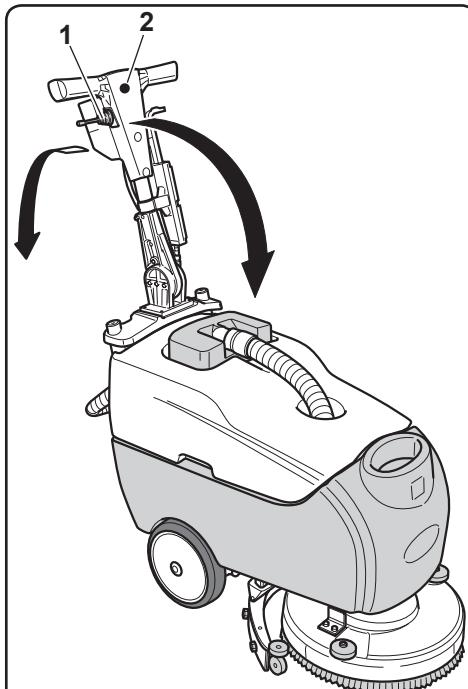

Fig. 9
7.1 LEVA REGOLAZIONE INCLINAZIONE MANIGLIONE (Fig. 9)
- Tirando la leva (1) è possibile variare la posizione del maniglione (2); rilasciando la leva il maniglione si posiziona e si blocca nella posizione obbligata più vicina.